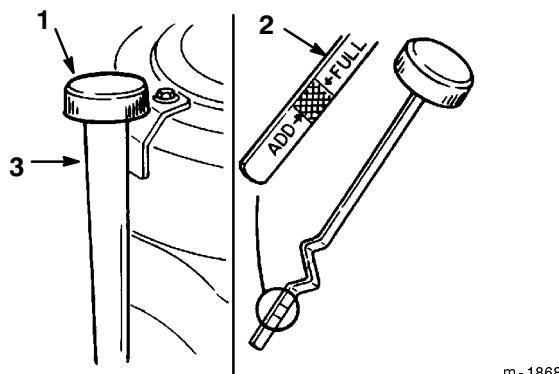

Figure 28
3. Nettoyer les abords de la jauge d'huile (Fig. 28) pour éviter l'introduction de saleté dans l'ouverture de remplissage, qui risquerait d'endommager le moteur.
4. Dévisser la jauge d'huile et bien essuyer l'extrémité métallique (Fig. 28).
5. Visser la jauge à fond dans le goulot de remplissage (Fig. 28), puis la dévisser à nouveau et lire le niveau d'huile sur l'extrémité métallique. Si le niveau est bas, verser lentement de l'huile dans le goulot de remplissage, juste assez pour amener le niveau au repère du plein ("FULL").
6. Verser lentement environ 80% du volume d'huile spécifié dans le goulot de remplissage (Fig. 28), puis contrôler le niveau d'huile, voir Contrôle du niveau d'huile, page 37, points 4 et 5.